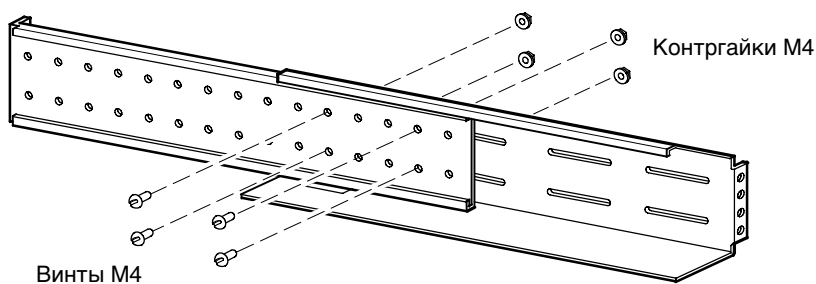

Рисунок 18. Затягивание направляющей (показана правая направляющая в сборе)
2. Если доступ к сторонам вашей стойки затруднен, отрегулируйте длину направляющих (см. рис. 16) и свободно установите скобы (см. рис. 18) до того, как перейти к шагу 3.
7. Для того, чтобы затянуть направляющую, закрепите четыре крепежных винта M4 и четыре контргайки M4 по центру направляющей. Затяните с помощью 7-мм гаечного ключа (9/32"). См. рис. 18.